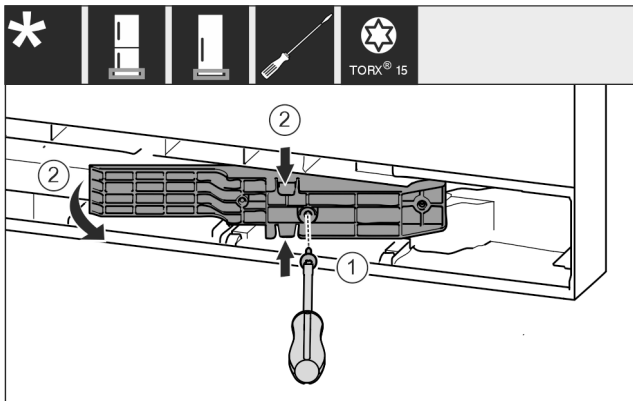

Fig. 18 \*
- ▶ Løsn skruerne med skruetrækkeren T15. Fig. 18 (1)\*
- ▶ Træk adapterstykket ud. Fig. 18 (2)\*